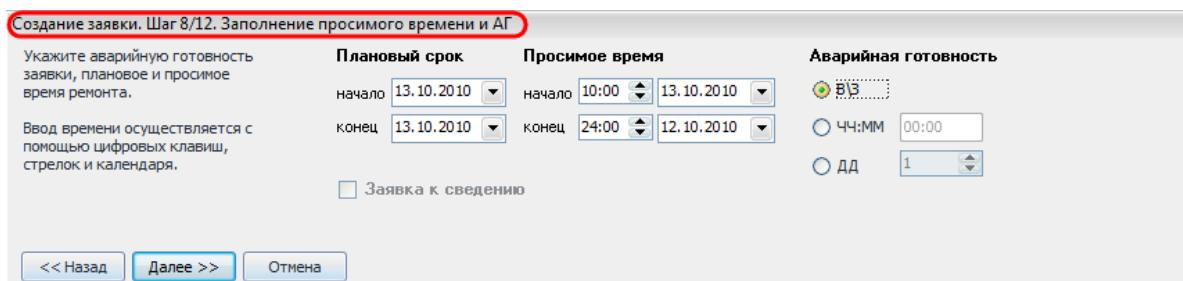

Рисунок 10.19 – Заполнение просимого времени и аварийной готовности
– «Шаг 8/12. Заполнение просимого времени и аварийной готовности». На данном шаге необходимо указать аварийную готовность, плановый срок ремонта и просимое время ремонта (Рисунок 10.19):